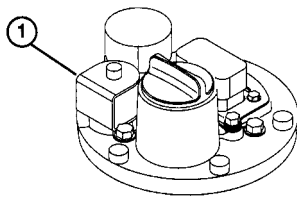

Figure 23
- Electrovanne en circuit ouvert (le voyant clignote) : contrôler/remplacer l’électrovanne (Fig. 23) ou les fils.
- Electrovanne en court-circuit (le voyant clignote) : contrôler/remplacer l'électrovanne (Fig. 23) ou les fils.
1. Position et nombre des graisseurs: Châssis porteur et pivot des unités de coupe (2 chacun) (Fig. 22); Barre d'accouplement d'essieu arrière (2), joints à rotule du cylindre de direction (2), (Fig. 23); Vérins de relevage avant (2), (Fig. 24); Vérin de relevage avant (1), (Fig. 25); Pivot de vérin de relevage arrière (2), (Fig. 26); Pivot de bras de relevage (3), (Fig. 27); pivot d'essieu arrière (Fig. 28); Pivots des bras de relevage arrière (2) (Fig. 29) et arbre de la pédale de frein (1) (Fig. 30).